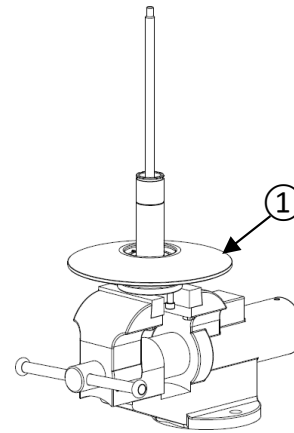

Figure 28
- Installez le flasque fixe ① sur l'outil de démontage (figure 28).